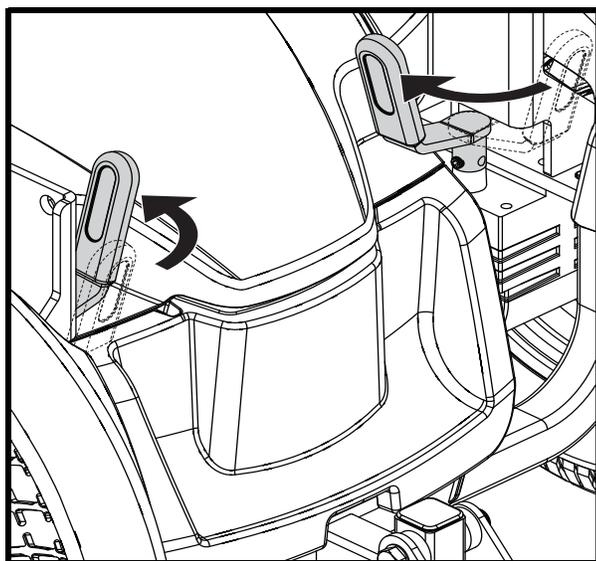

Figure 4. Mode de traction (embrayé)
2. Tournez les leviers vers l'intérieur vers le siège pour embrayer les moteurs. **Voir la figure 4.**